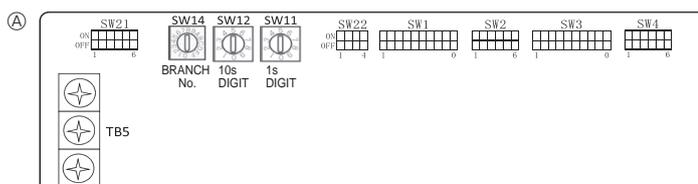

Fig. 5-9
5.5. Configuración de las direcciones (Fig. 5-9)
5.6. Ajuste del interruptor según la altura del techo (Fig. 5-9)
5.7. Captar la temperatura de la sala con el sensor incorporado en el mando a distancia (Fig. 5-9)